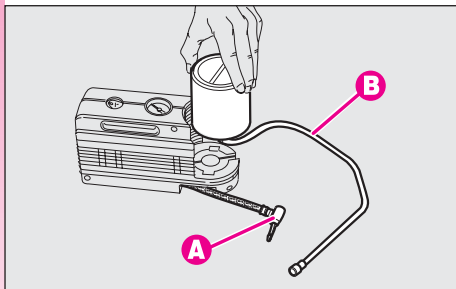

fig. 20
- déconnecter l'attelage **A**-fig. 20 et le tuyau **B**;